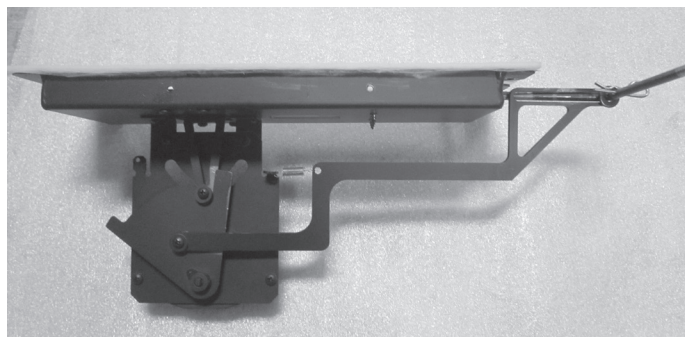

Figure 4.21 Assemblage de la minuterie
7. Sur le nouvel assemblage de minuterie, figure 4.21, retirez le clip en épingle à cheveux avant et la rondelle, puis les deux (2) vis déconnectant la chambre à air avant l'installation. Voir la figure 4.22.